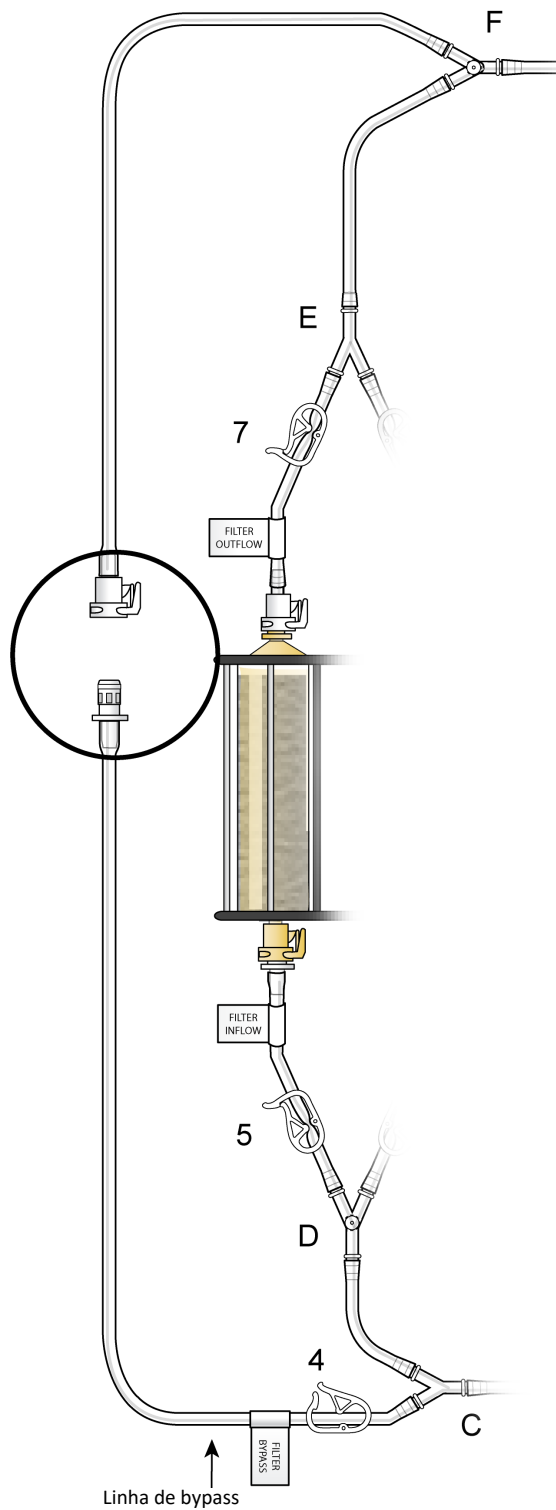

Figura 9
- (h) Monte as duas extremidades da linha de bypass, engatando os conectores de ligação rápida ("push and click"), ver Figura 9.